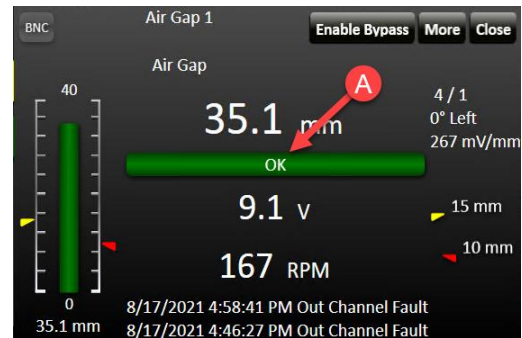

Abbildung 7-10
- Überprüfen Sie die Statusleiste (A) des „Air Gap“-Kanals in der VC-8000 Maintenance-Software. Überprüfen Sie, ob der Status „OK“ ist (siehe **Abbildung 7-10**).